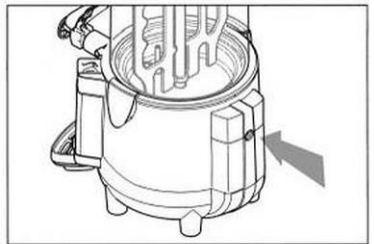

Fig. 3
5. Pressione o botão reset utilizando a ferramenta apropriada (Fig. 3).